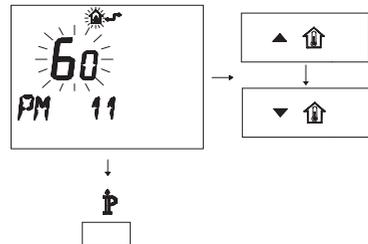

Рис. 5.58
- Измените заданное значение при помощи кнопки или и подождите, пока заданная цифра не начнет мигать (Рис. 5.58). Каждое изменение в сторону увеличения или уменьшения соот-